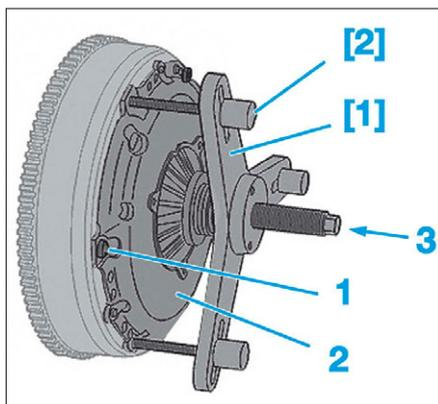

FIG. 9
- Positionner les outils [1] et [2] sur le mécanisme d'embrayage (2) (Fig.9).
- Visser les 3 tiges de maintien [2] à la place des vis de fixation (1).
- Débrayer (5), à l'aide d'un tournevis.
- Reposer le mécanisme d'embrayage (2) sans le disque d'embrayage (Fig.9).
- Positionner les outils [1] et [2] sur le mécanisme d'embrayage (2).
- les trois tiges de maintien [2] à la place des vis (1),
- la vis centrale (3) de l'outil [1] (pour comprimer le mécanisme d'embrayage (2)).
- Maintenir les ressorts de rattrapage comprimés et dévisser la vis (3) de l'outil [1] de quelques tours pour détendre le mécanisme d'embrayage.
- Reposer le mécanisme d'embrayage (2) (Fig.9).
- Reposer les vis (1).
- Dévisser de quelques tours la vis centrale (3) de l'outil [1] (pour détendre la mécanisme d'embrayage (2)).
- les vis (1) restantes,
- Dévisser de quelques tours la vis centrale (3) de l'outil [1] pour détendre le mécanisme d'embrayage (2) (Fig.9).
- le mécanisme d'embrayage (2).